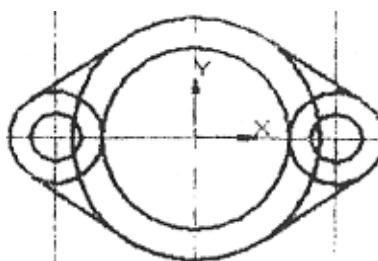

Рисунок 3
- Постройте вспомогательные прямые на расстоянии 30 мм от осевой линии (см. рисунок 3).